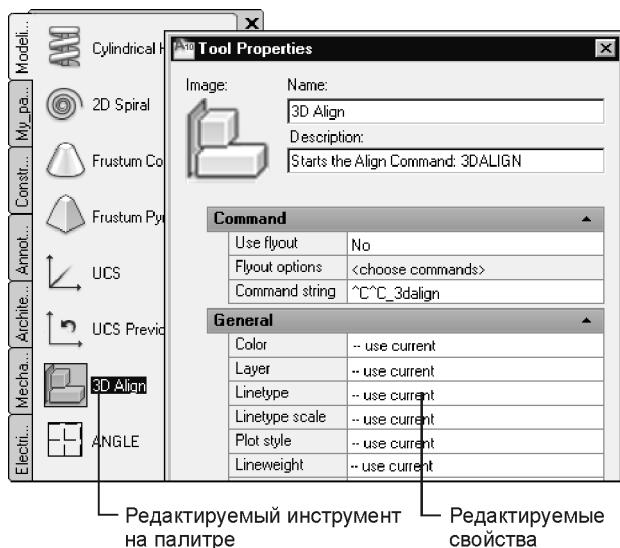

Рис. 2.7. Редактирование свойств инструмента в окне Tool Properties
- Для изменения свойств команды, созданной на палитре, можно воспользоваться диалоговым окном **Tool Properties** (Свойства инструмента) (рис. 2.7), которое вызывается из контекстного меню, появляющегося после щелчка правой кнопки мыши на редактируемом инструменте.